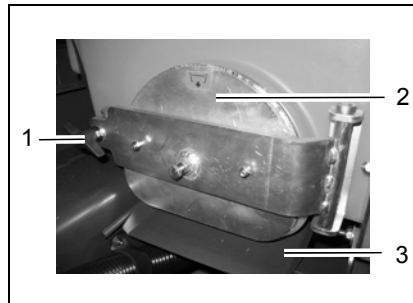

Abb. 30
4. Ablaufblech (Abb. 30/3) herausziehen.
5. Klappenverschluss lösen: Flügelmutter (Abb. 30/1) nach links drehen.
6. Reinigungsklappe (Abb. 30/2) öffnen.